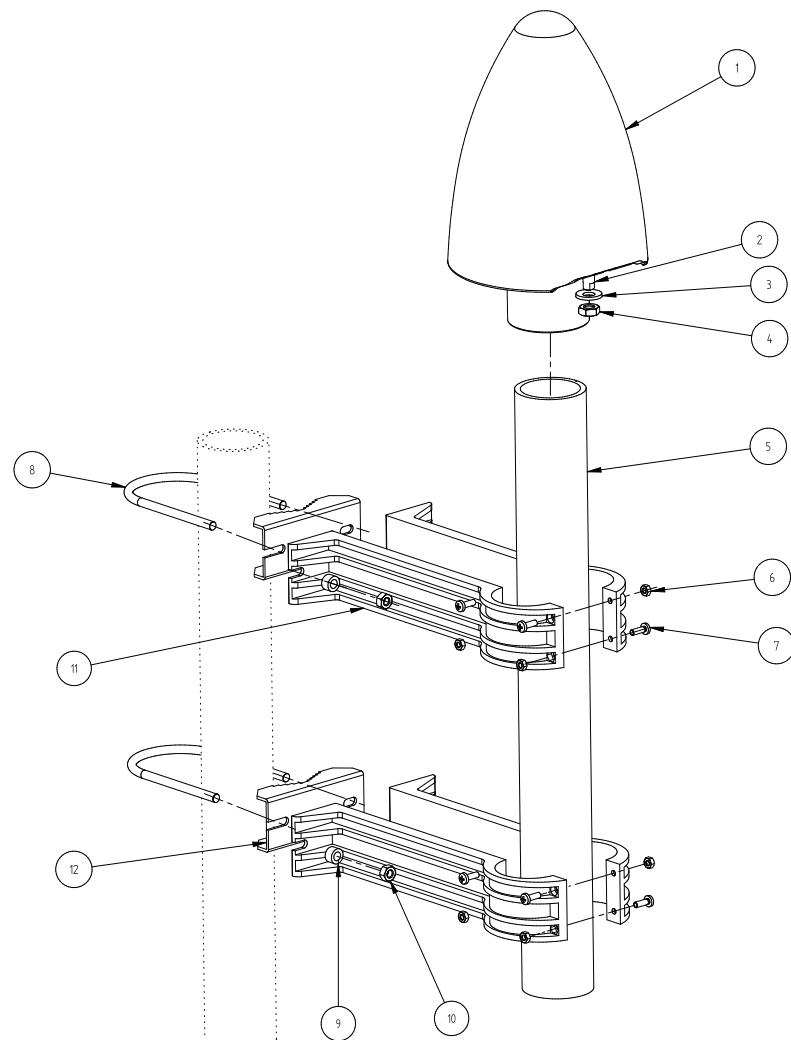
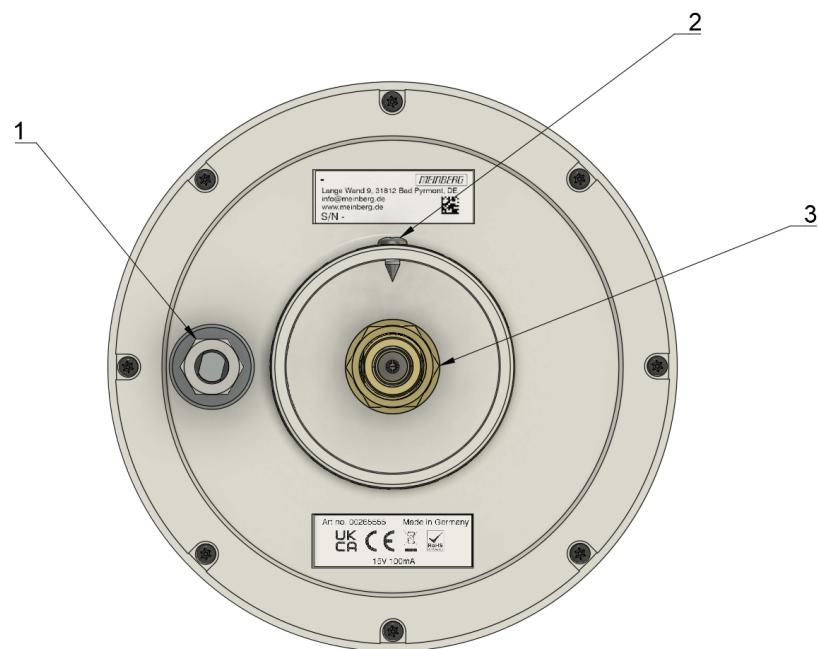

Abbildung 8.4: Montage einer Meinberg GNSS-Antenne an einem Mast
Abbildung 8.5: Unterseite GPSANTv2
■ Abb. 8.4 stellt die Montage einer Meinberg GNSS-Antenne an einem Mast dar.
1. Legen Sie das Antennenrohr (Pos. 5 in Abb. 8.4) in die dafür vorgesehenen Wölbungen der beiden Paare der Antennenrohr-Halter (Pos. 11). Befestigen Sie das Antennenrohr in jeder der beiden Antennenrohr-Halter, mit vier M4x12-Linsenkopf Kreuzschlitz (Pos. 7) und den entsprechenden M4-Sechskantmuttern (Pos. 6). Um sicherzustellen, dass das Antennenrohr (Pos. 5) so sicher wie möglich sitzt, sollten die oberen und unteren M4x12-Schrauben (Pos. 7) in jedem der beiden Antennenrohr-Halter aus entgegengesetzten Richtungen eingesetzt werden, wie in Abb. 8.4 gezeigt.
4. Führen Sie das eine Ende des Antennenkabels (N-Norm-Stecker) von unten durch das Antennenrohr (Pos. 5 Abb. 8.4) sodass ca. 60 cm herauschauen. Schrauben Sie den N-Norm-Stecker mit dem notwendigen Anzugsdrehmoment von 1 Nm, auf die N-Norm-Buchse der Antenne (Pos. 3 in Abb. 8.5)
5. Setzen Sie die Antenne bis zum Anschlag auf das Antennenrohr. Schrauben Sie nun die Blechschraube (Pos. 2 in Abb. 8.5) im Sockel mit einem geeigneten Schraubendreher (Kreuzschlitz) fest und fixieren so die Antenne (Pos. 1 in Abb. 8.4) am Antennenrohr (Pos. 5 in Abb. 8.4).